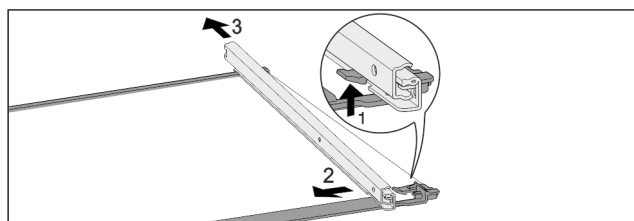

Fig. 44 Ripiano in vetro con guide
- Premere il gancio di fermo anteriore verso l'alto. Fig. 44 (1)
- Far scorrere la guida estraibile di lato Fig. 44 (2) e verso il lato posteriore Fig. 44 (3).